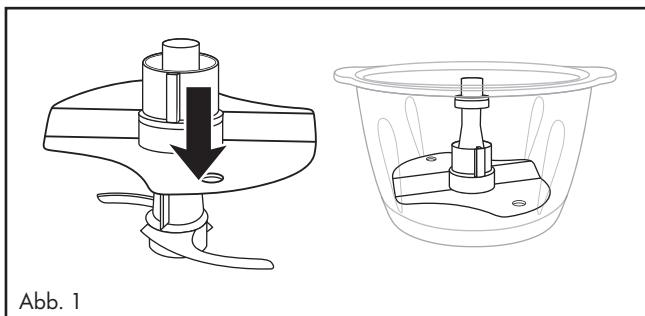

Abb. 1
- 1) Setzen Sie die Schüssel ⑨ auf den Antirutschring ⑪.
- 2) Schieben Sie die Emulgierscheibe ⑫ auf den Messerhalter ⑦:
- Um 200 - 400 ml Sahne zu schlagen, stecken Sie die Emulgierscheibe ⑫ so auf den Messerhalter ⑦, dass die Emulgierscheibe ⑫ auf beiden Teilen des Messers ⑧ aufliegt und einrastet (Abb.1):